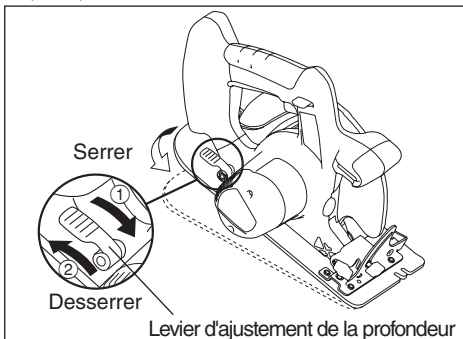

Fig. 5
- Desserrez le levier d'ajustement de la profondeur en le poussant, et ajustez la profondeur de sciage (Voir la fig. 5). Serrez fermement le levier d'ajustement de la profondeur en le relevant vers le carter du moteur à la profondeur de sciage voulue.